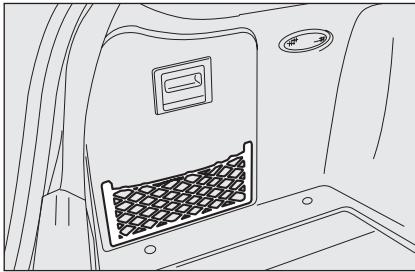

fig. 11
– **fig. 11** - versión con tapa lateral (donde esté prevista)